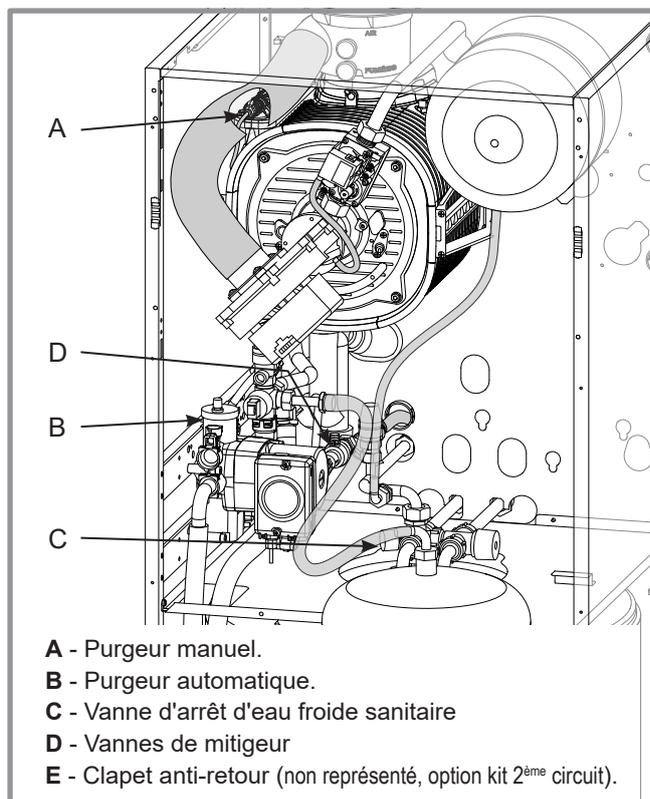

figure 43 - Purgeurs et clapet antiretour
- **9** - Fermer les vannes d'isolement départ et retour de la chaudière et ouvrir le purgeur automatique (rep.B, *figure 43*).
(Purgeur manuel, rep. A, *figure 43*).
(Purgeur automatique, rep. B, *figure 43*).